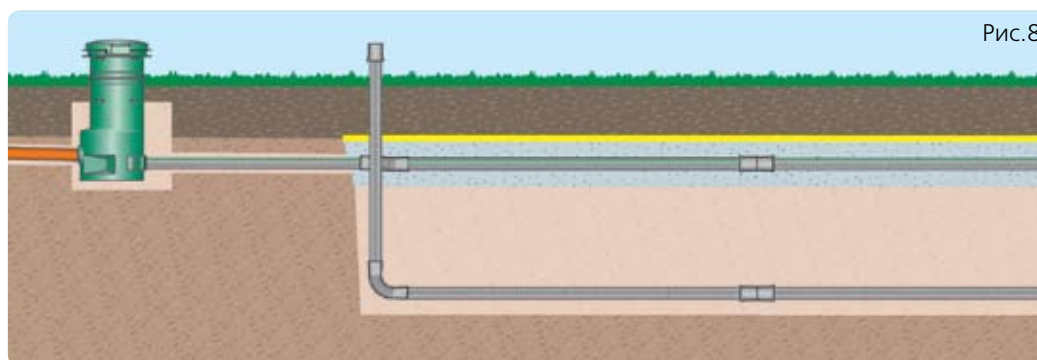

Рис.8
8. Коллекторные дренажные трубы Upronor Turpla 110/95 мм проложите в нижнем дренажном слое щебня с уклоном 5-10 мм/м Рис. 8.